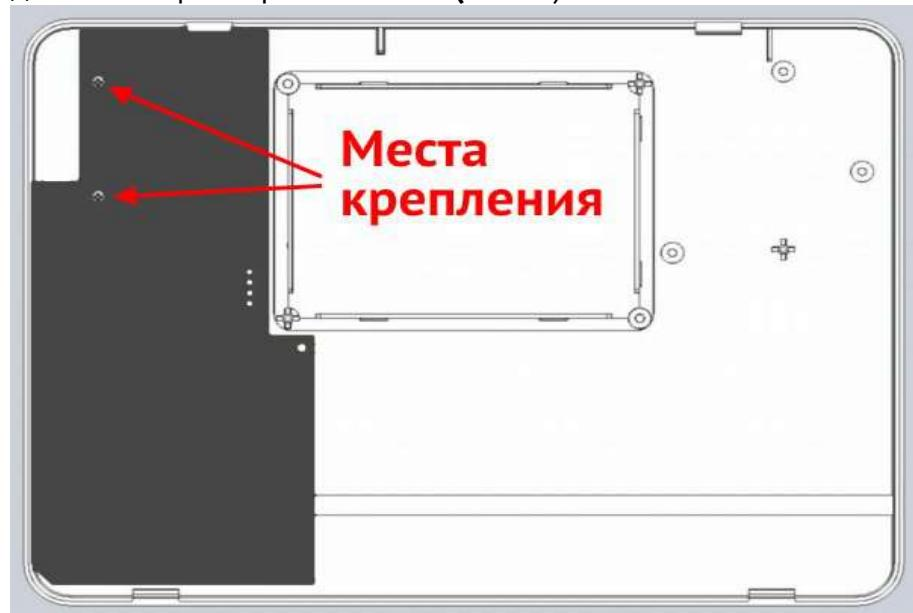

Рисунок 11. Радиоприемник «Lun-R» в корпусе прибора
- ◆ Радиоприемник «**Lun RKI v3.3**», устанавливаемый в корпусе ППКОП (аналогично рис. 11) и соединяется с платой собственным шлейфом радиоприемника (разъем **X5 (RADIO)**). Работает только с беспроводными устройствами, выполненными на печатной плате красного цвета.